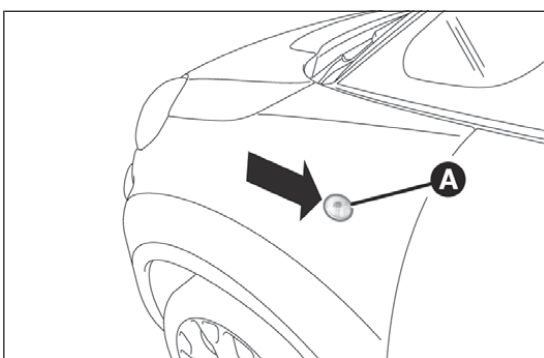
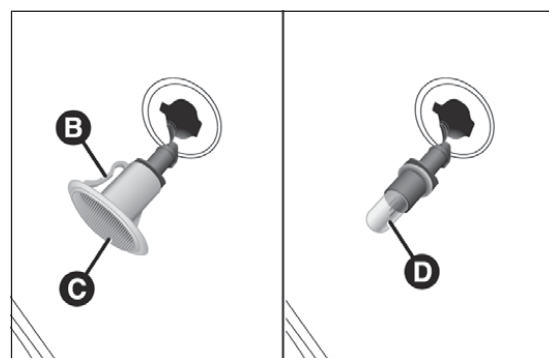

Abb. 178
Abb. 179
- Auf die durchsichtige Abdeckung A Abb. 178 einwirken, so dass die interne Feder B Abb. 179 zusammengedrückt wird und dann die Gruppe nach außen herausziehen;